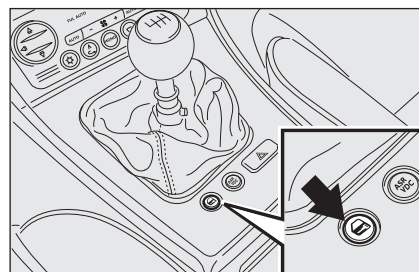

fig. 90
La fonction active (ON), il est quand même possible de déverrouiller les serrures des autres portes, en appuyant sur le bouton  (fig. 90) placé sur le meuble central.
Appuyer sur le bouton  (fig. 90) pour verrouiller/déverrouiller toutes les portes.